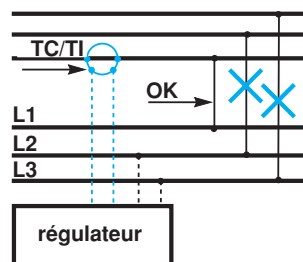

Fig. 13
■ Cas d'un TC à installer (fig. 13 et 14) :